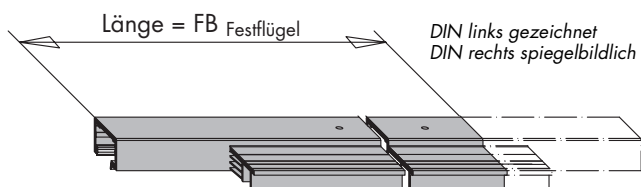

Bild 1
- Aufsatzschiene HH0132-06 (**28**) entsprechend der Schieberichtung DIN links oder DIN rechts ablängen (Bild 1).